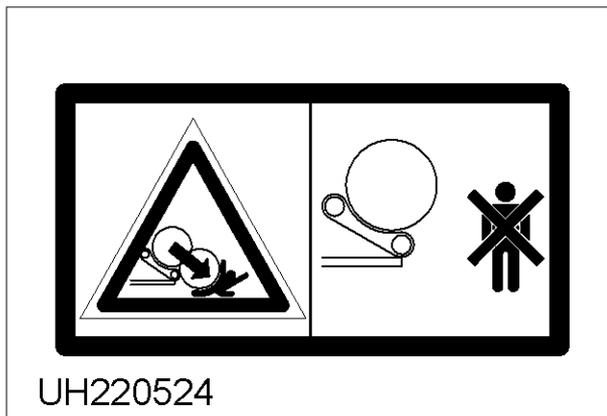

Fig. 19
**Plaque d'avertissement UH220524 (fig. 19).** Risque d'écrasement lors du basculement de la table tournante et du déchargement de la balle. Maintenez les badauds à bonne distance.